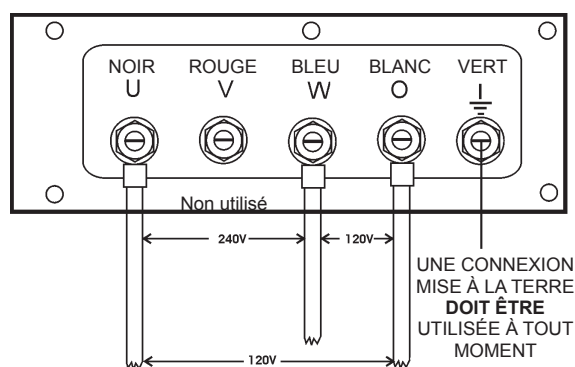

**Figure 28. Cosses de sortie UVWO
2. Connecter les fils de charge aux bornes UVWO comme indiqué dans la Figure 28.